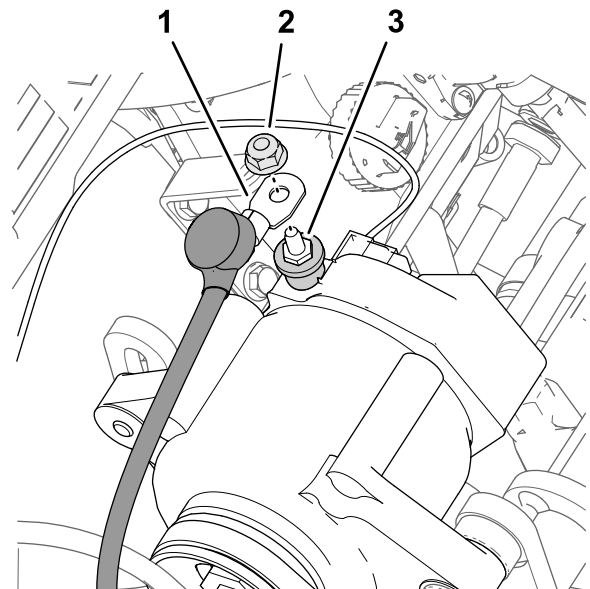

Figura 188
- Retire a porca do terminal (Figura 188) do alternador (50 A).
- Instale o fio vermelho, de grau 6, do alternador no terminal do alternador (50 A) com a porca (Figura 188).
- Deslize a cobertura de isolamento sobre o terminal do alternador (Figura 188).